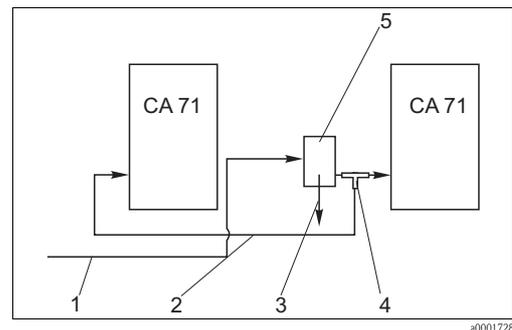

Fig. 13 : Exemple de montage
- Les analyseurs doivent être installés le plus près possible l'un de l'autre : la longueur de la conduite d'échantillonnage entre la pièce en T et le deuxième analyseur (→ Fig. 13, pos. 2) est inférieure à 1,5 m